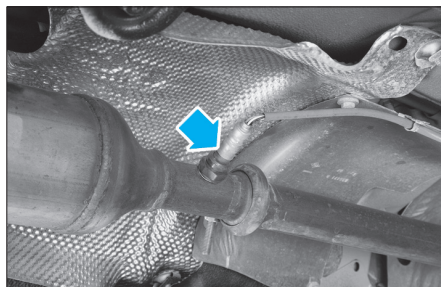

Fig. 58
- la sonde à oxygène aval (Fig.58),